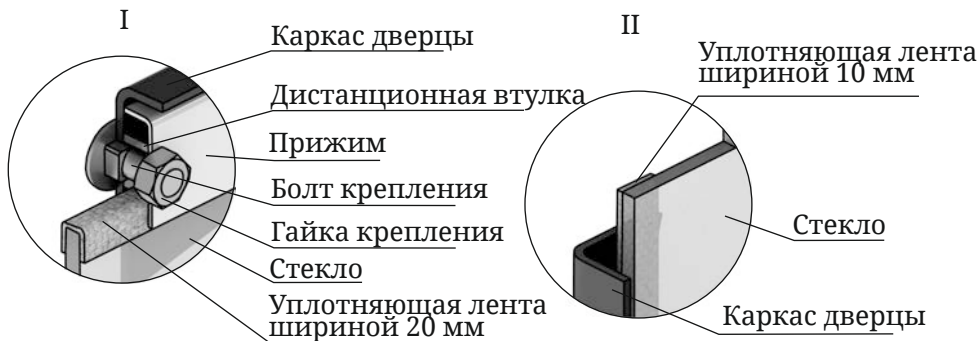

Рисунок 20. Крепление светопрозрачного экрана дверцы модификации «Витра»
1. Отверните две гайки, фиксирующие прижим (рисунок 20.І), демонтируйте его и дистанционные втулки.
3. Возьмите новое стекло. Если на нем нет уплотняющих лент, наклейте их: лента шириной 20 мм наклеивается сверху и снизу стекла «ІІ» - образно (рисунок 20.І), лента шириной 10 мм наклеивается вертикально, вдоль боковых сторон стекла (рисунок 20.ІІ).
4. Вставьте стекло в упор, при этом лента, наклеенная с боковых сторон (вертикальная) должна быть зажата между стеклом и каркасом дверцы (рисунок 20.ІІ).